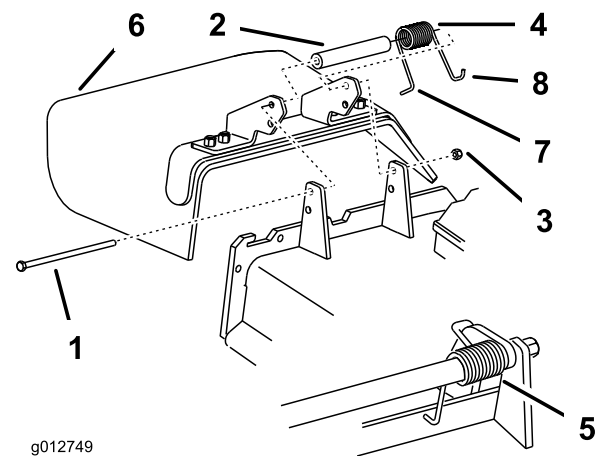

Figura 89
3. Instale el perno y la tuerca. Coloque el extremo en **J** del muelle alrededor del deflector de hierba (Figura 89).
Nota: Asegúrese de colocar el extremo en **L** del muelle detrás del reborde de la plataforma antes de instalar el perno, según se muestra en la Figura 89.